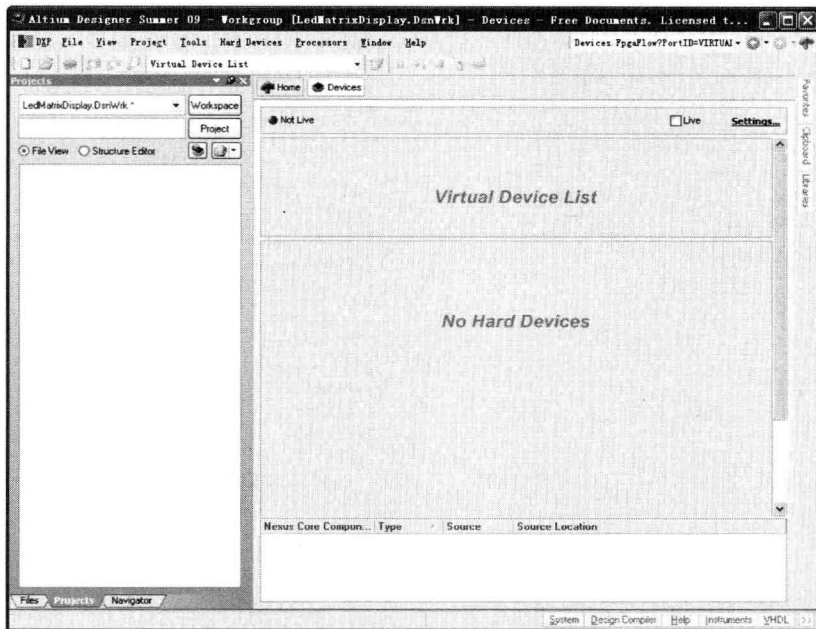

图 1-10 设备视图窗口
- ◆ “Devices View”（设备视图）命令：用于打开设备视图窗口，如图 1-10 所示。